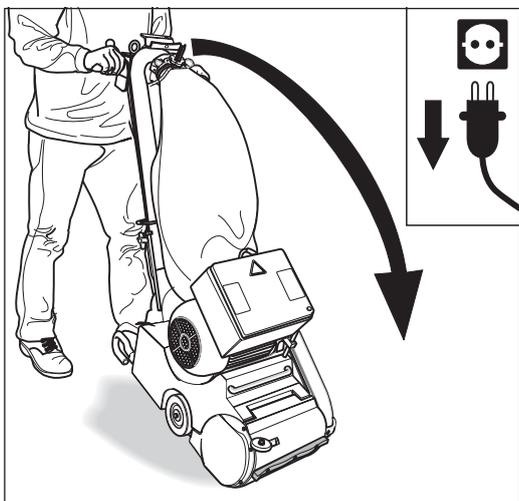
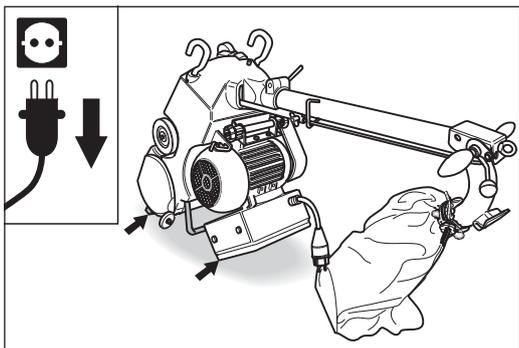

Abb. 49 Den Netzstecker aus der Steckdose ziehen und die Maschine nach vorne kippen.
Abb. 50 Die Maschine vorsichtig auf dem Boden ablegen. **Auf einen sicheren Stand der Maschine achten!**
- 3 Kippen Sie die Maschine nach vorne (Abb. 49) und legen Sie sie vorsichtig auf dem Boden ab (Abb. 50). **Achten Sie auf einen sicheren Stand der Maschine!**